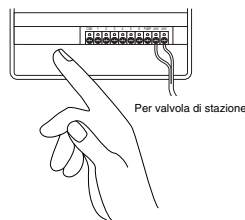

FIGURA 18: Collegamento dei fili delle valvole
- Potrebbe risultare necessario aprire il morsetto per consentire l'inserimento del cavo o la sua rimozione. Per fare ciò, stringere la vite con un cacciavite Phillips finché il cavo è assicurato [vedere figura 18].
- Collegare il neutro al morsetto identificato con **COM** [vedere Figura 18].